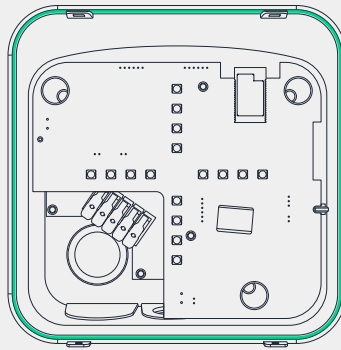

Fig. 9 - Garnitura de cauciuc
18. Verificați dacă garnitura de cauciuc montată pe marginea interioară a carcasi este bine fixată în locul indicat. (Fig. 9)